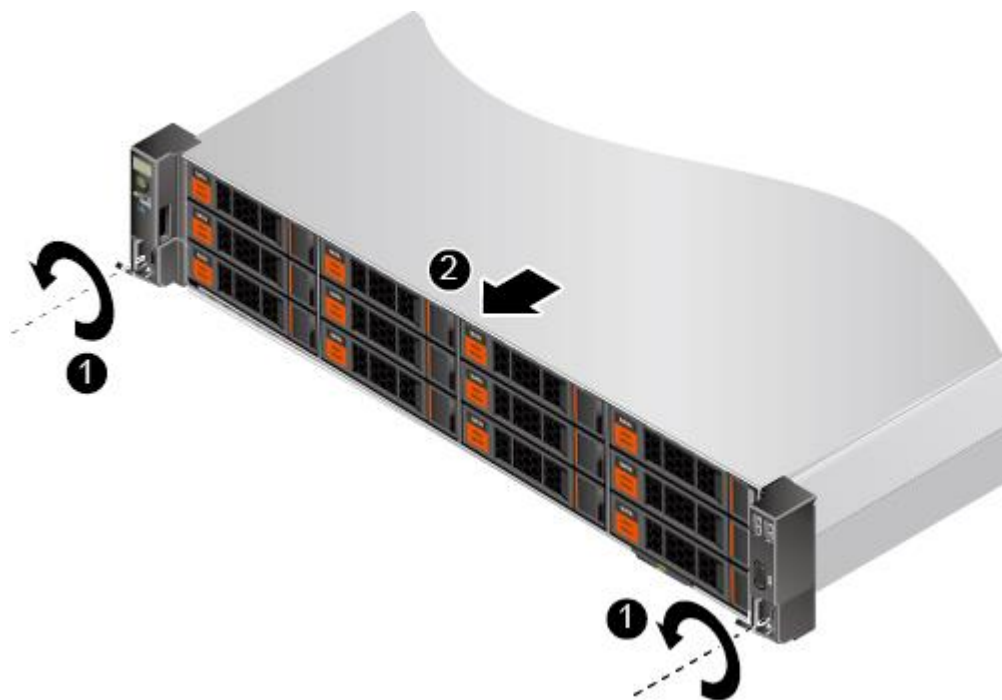

图 3-5 拆卸服务器
- 1) 如图 3-5 中①所示，用十字螺丝刀松开 G220K V2 面板上的松不脱螺钉。
- 2) 如图 3-5 中②所示，沿滑轨向远离机柜的方向缓慢拉出 G220K V2。